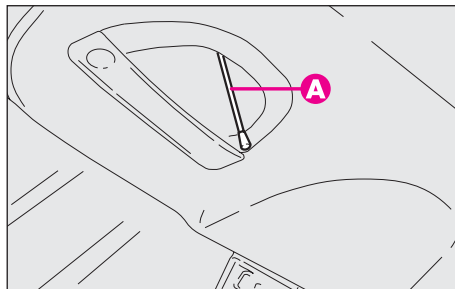

fig. 146
- - débloquer la serrure en tirant la ficelle (A-fig. 146) (on trouve la ficelle dans le compartiment droit obtenu dans le hayon).